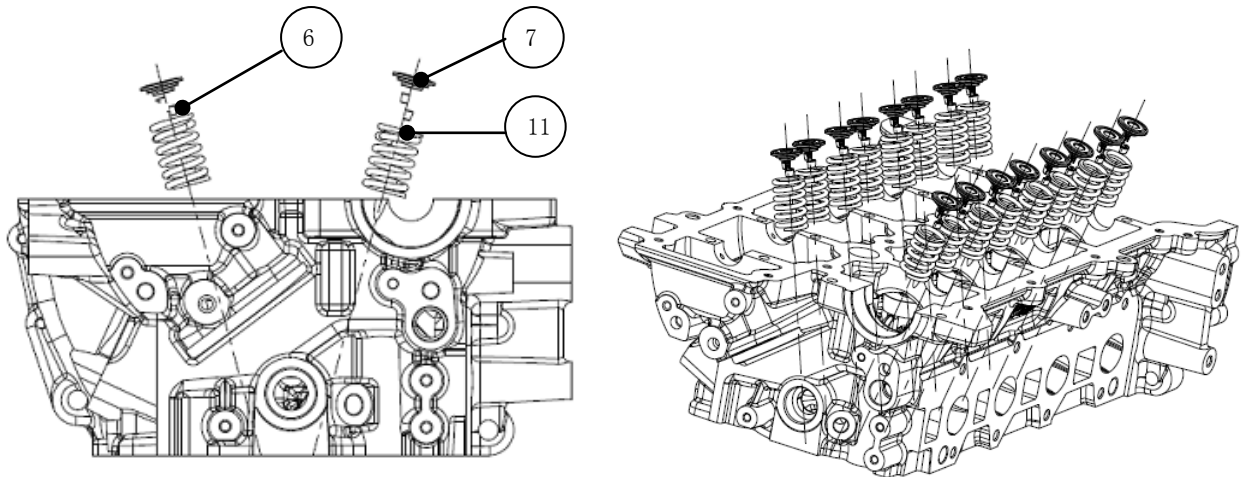

图 D-6 气门弹簧、气门弹簧上座和气门锁块的安装
2)、将缸盖放在操作台上，见图 D-6，装上气门弹簧⑪和气门弹簧上座⑦。
3)、将气门锁块⑥压装专用工具 1 的一端固定在气门盘部，将工具的另一端压头压在气门弹簧上座上，给弹簧上座施加轴向力使气门弹簧被压缩，然后用镊子将气门锁块装配在锁块槽内，最后松开压头。